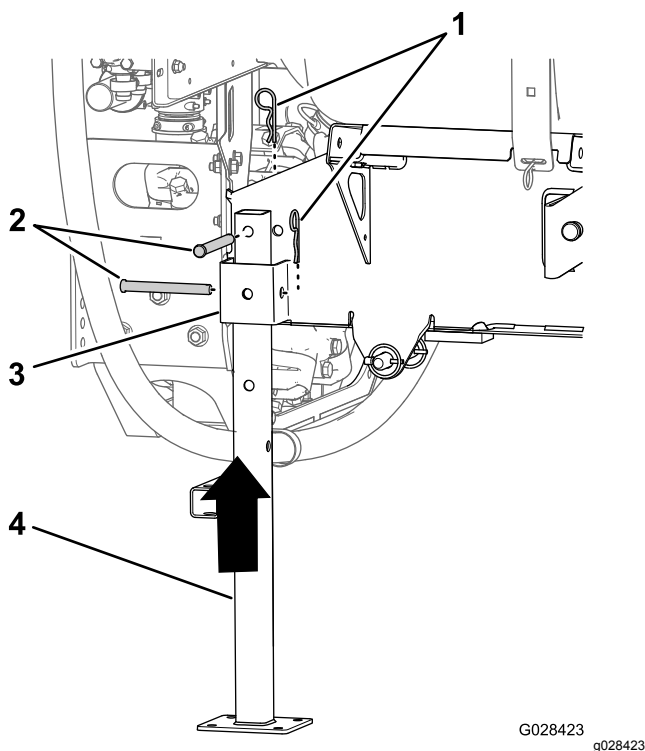

Figure 119
5. Alignez la jambe de support arrière sur le récepteur arrière (Figure 119).
6. Alignez le trou au sommet de la jambe de support et le trou dans le cadre du patin de cuve (Figure 119).
7. Fixez la jambe de support au récepteur et au cadre au moyen de 2 axes de chape et 2 goupilles fendues (5/32" x 2 5/8"), comme montré à la Figure 119.